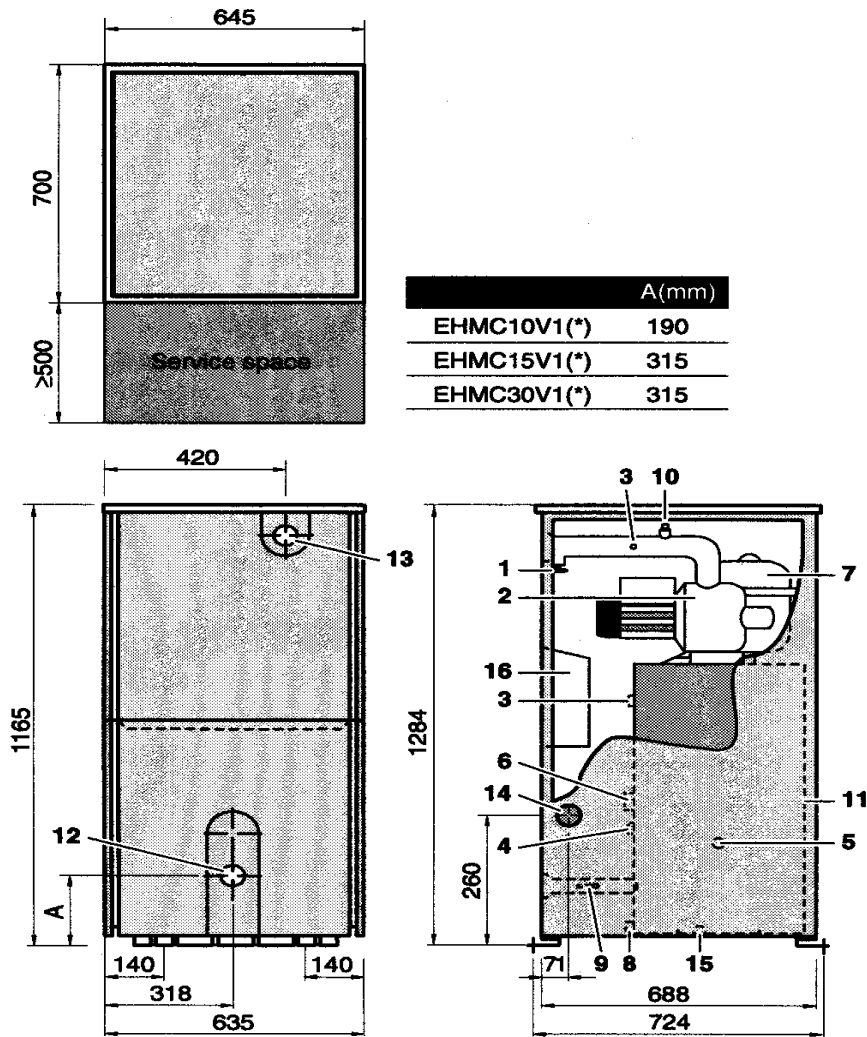

рис. 1
2. Свободное пространство, окружающее оборудование, должно быть достаточным для сервисного обслуживания. См. рис. 1.